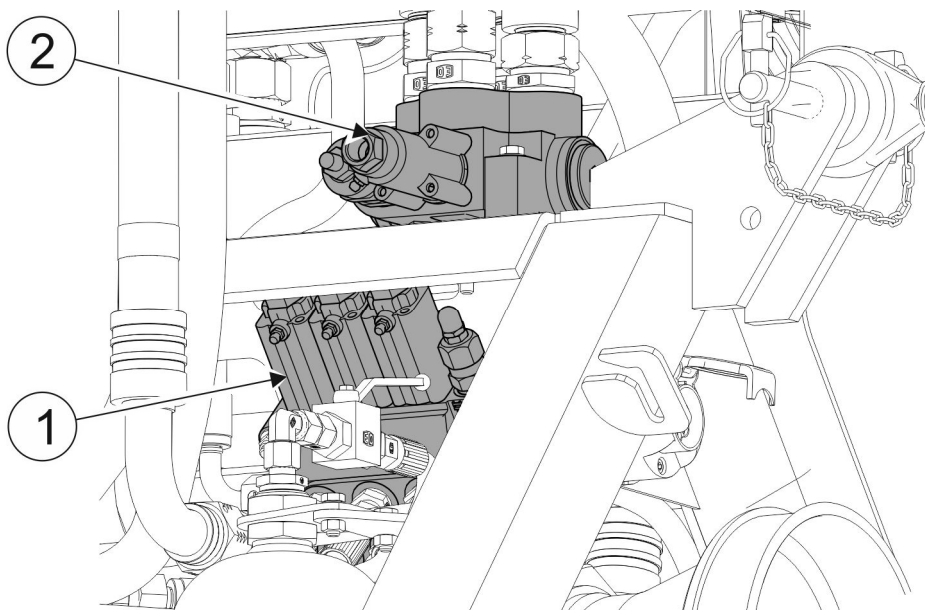

РИСУНОК 5.3 Гідравлічні (WWT420/WWT480) або електрогідравлічні (WWT424C/WWT484C) розподільники
(1)- гідравлічний (WWT420/WWT480) або електрогідравлічний (WWT424C/WWT484C) розподільник серводвигунів несучої системи; (2)- гідравлічний (WWT420/WWT480) або електрогідравлічний (WWT424C/WWT484C) розподільник гідромотора робочої головки.
Гідравлічний або електрогідравлічний розподільник (1) (РИСУНОК 5.3) використовується для керування трьома гідроциліндрами несучої системи. Для запуску гідродвигуна робочої головки використовується односекційний гідравлічний або електрогідравлічний розподільник (2). Управління розподільниками здійснюється за допомогою механічної системи керування (WWT420/WWT480) або електрично за допомогою панелі керування з джойстиком (WWT424C/WWT484C) з кабіни трактора. Щодня перевіряйте стан ущільнень розподільників і змащуйте всі маслянки, розташовані на окремих ділянках гідравлічних розподільників.
Додатково змащується карданний вал (опція) відповідно до інструкції з експлуатації вала, наданої виробником карданного вала, і всі маслянки, розташовані на окремих секціях гідророзподільників (РИСУНОК 5.3).